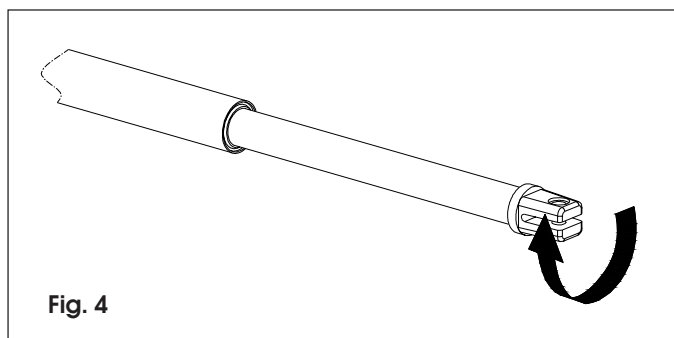

Fig. 4
- 4) Sacar completamente el vástago, hasta el tope (fig. 4).
- 6) Giren media/una vuelta en sentido horario el vástago del operador (fig. 4).